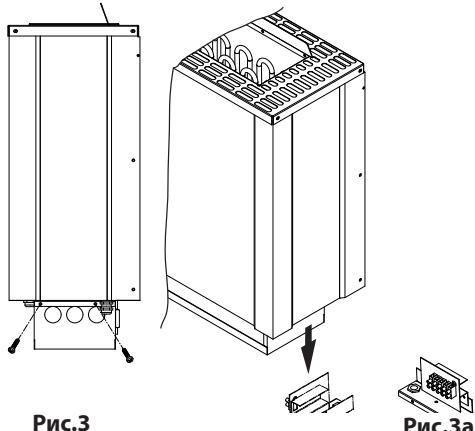

Рис.3
2. Для подключения кабеля питания сначала удалите 2 фиксирующих шурупа (см. рис. 3) и затем вытащите клеммную колодку вниз (см. рис. 3а).
Рис.3а